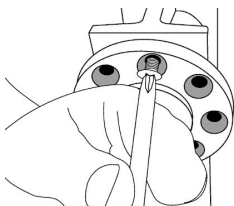

Fig. 5
1. Dévissez et retirez les vis de la plaque de réglage (fig. 5).